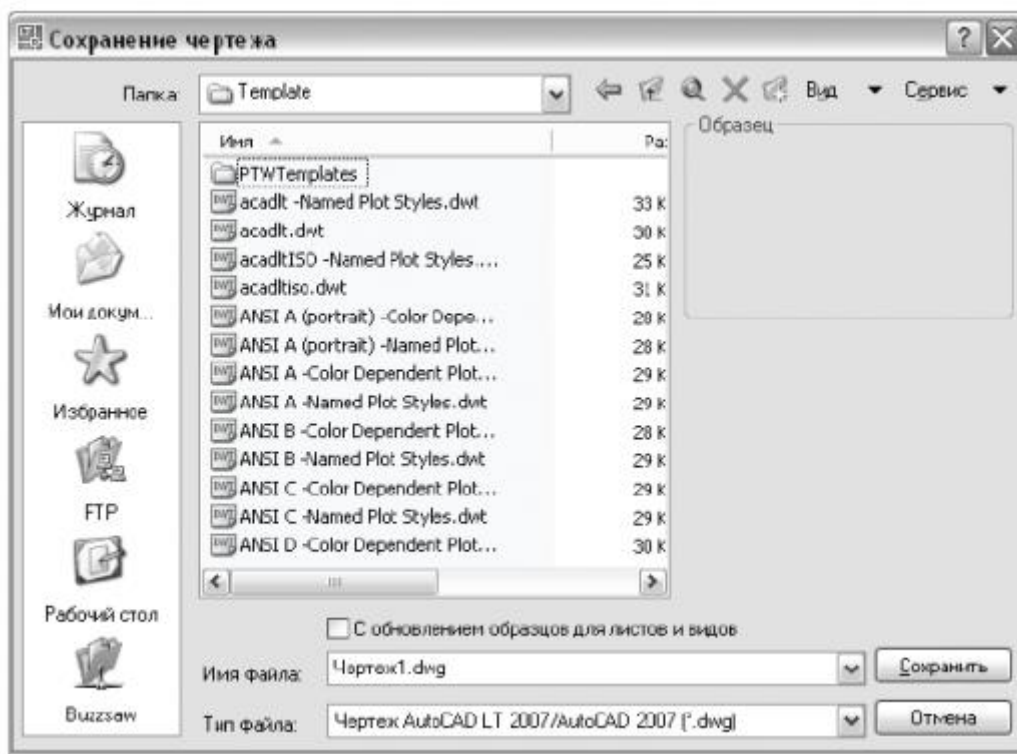

Рисунок 28. Диалоговое окно сохранения чертежа
- **1. При запуске программы открывается новый чертеж под именем "Чертеж 1" - его можно сохранить под другим именем ("Файл" - "Сохранить как" - в открывшемся диалоговом окне выберите место сохранения чертежа, при необходимости измените имя, после чего нажмите кнопку "Сохранить" (см. рис. 28);**